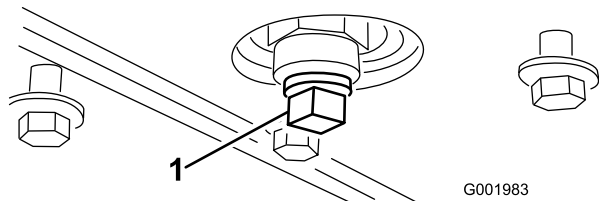

Figure 49
5. Enlevez le bouchon de vidange (Figure 49).